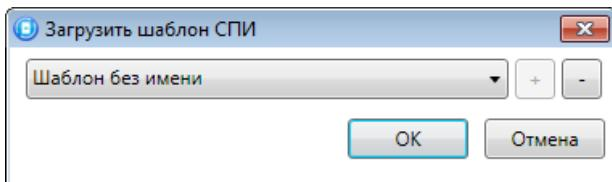

Рисунок 4.51 — Окно *Загрузить шаблон СПИ*
- *Загрузить шаблон настроек:* открытие окна *Загрузить шаблон СПИ* (см. рисунок 4.51), с помощью которого может быть сконфигурирован контроллер по предварительно созданному шаблону. Для того чтобы применить шаблон, выберите его в списке и нажмите кнопку *OK*. Для того чтобы удалить один из сохраненных шаблонов, выберите его в списке и нажмите кнопку .